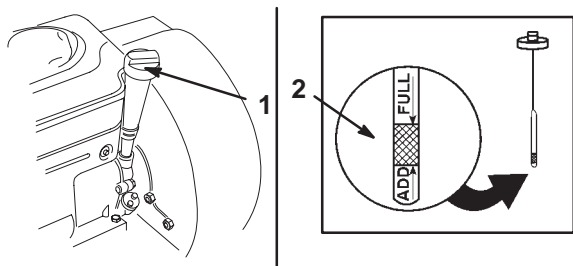

Bild 10
3. Reinigen Sie den Bereich um den Peilstab (Bild 10).
4. Ziehen Sie den Ölpeilstab heraus und wischen das Metallende ab (Bild 10).
5. Schrauben Sie den Ölpeilstab vollständig und fest in das Einfüllrohr ein (Bild 10).